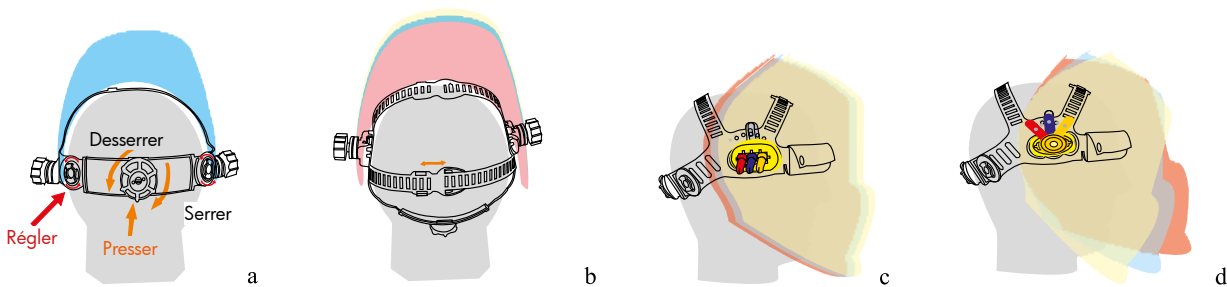

Figure 2
7. Réglez le serre-tête (voir figure 2) :